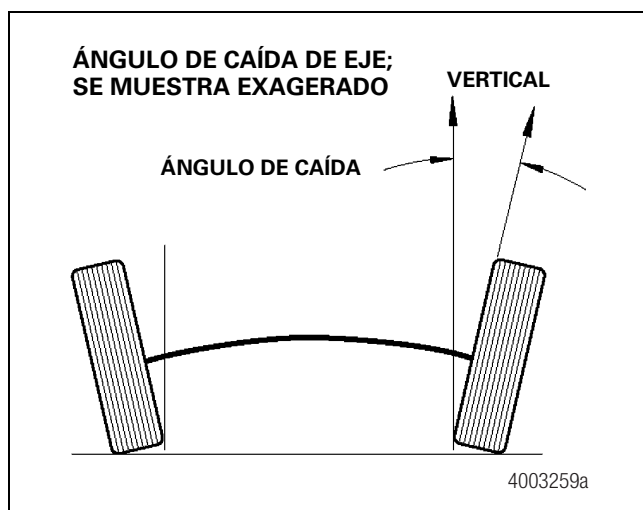

Figura 8.15
- El ángulo de caída de eje se define como el ángulo hacia dentro o hacia afuera de los neumáticos con respecto a la vertical. Con un ángulo de caída positivo, los neumáticos están más alejados por la parte superior que por la parte inferior. Con un ángulo de caída negativo sucede lo contrario. Figura 8.15.